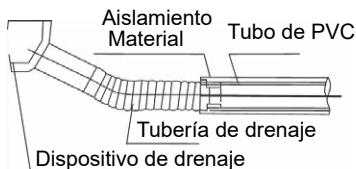

Figura 4.1
2) Conecte el tubo de desagüe de acuerdo con la figura 4.1.